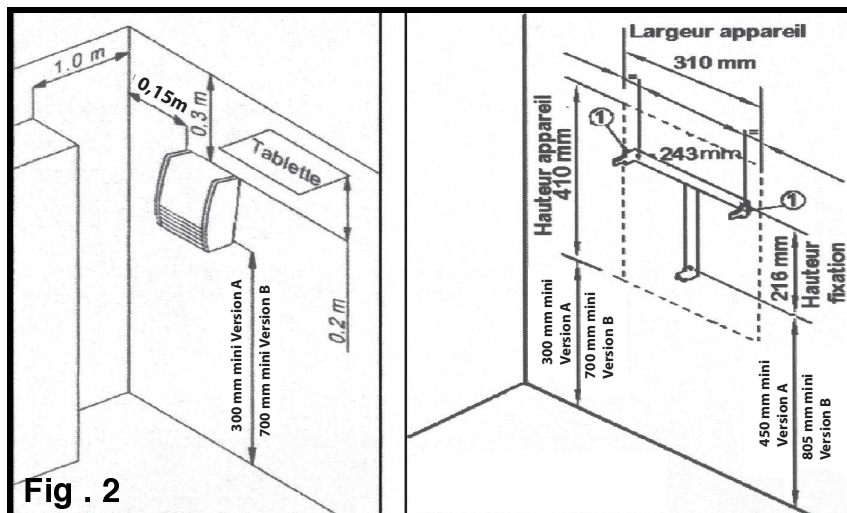

Fig . 2
- Pour effectuer cette opération, ôter le dossier de l'appareil à l'aide d'un tournevis en agissant sur les 2 pattes repère 1. Poser le dossier sur la paroi à l'aide de 3 vis ($\varnothing 5.5$ mm max.) en s'assurant de l'orienter dans le bon sens et à la bonne hauteur (voir Fig. 2).
- L'espace minimum entre le sol et le bas de l'appareil doit être respecté selon le schéma (Fig2). Un espace de 15 cm minimum doit être laissé de chaque côté de l'appareil.